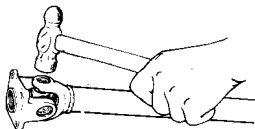

图 12-13
(2) 将另一轴承座圈插入万向节叉另一侧,用锤子适度敲击直至其外端面与万向节叉表面齐平。
(3) 按 (1) 和 (2) 所述的相同方式将轴承座圈装入凸缘叉（图 12-13）。